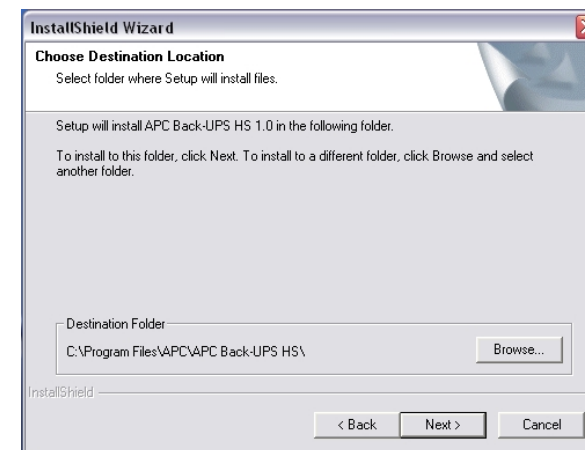
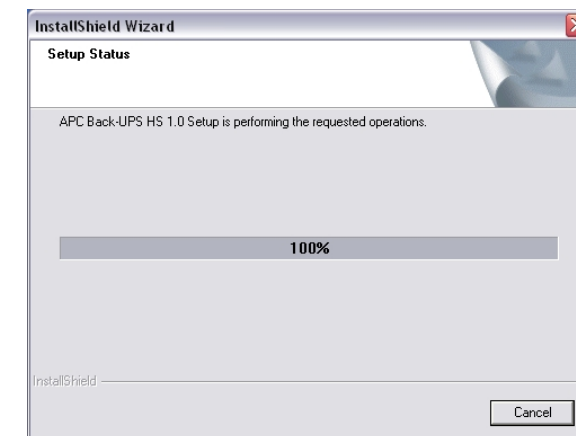

Abbildung 4. Bildschirm „Choose Destination Location“
Abbildung 5. Bildschirm „Setup Status“
- Die Software zeigt den Installationsziel-Auswahlbildschirm **Choose Destination Location** (Abbildung 4) an. Um einen Installationsort auszuwählen, klicken Sie auf **Browse**. Den vom System vorgeschlagenen Pfad akzeptieren Sie, indem Sie auf **Next** klicken. Das System zeigt daraufhin den Bildschirm **Setup Status** an (Abbildung 5). Mit **Cancel** können Sie die Installation abbrechen.